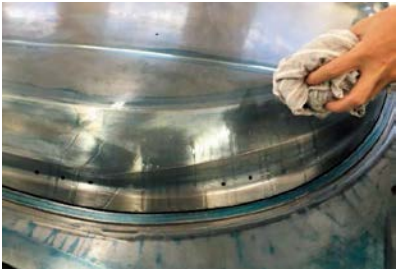

图 6
(1) 清理模具卫生，使用煤油去除推光面上的油污，再用抹布擦拭干净，如图 6 所示；同时检查加工型面是否有砂眼、扎刀、磕碰创伤及其它缺陷。